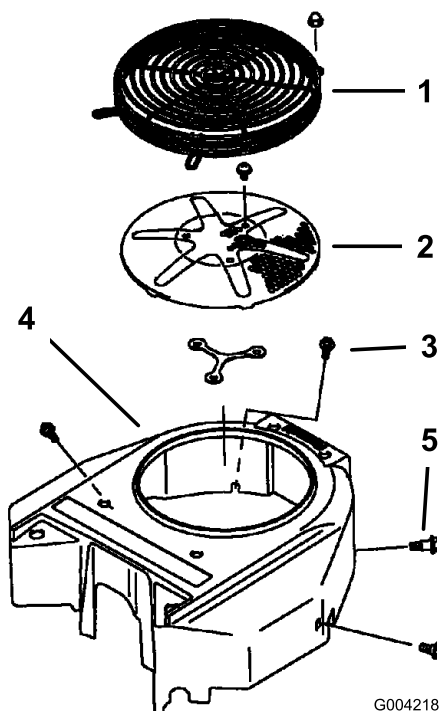

Figura 76
Antes de qualquer utilização, remova qualquer acumulação de relva, sujidade e outros detritos do painel do motor. Isto ajuda a assegurar a refrigeração adequada e a velocidade correta do motor e reduz a possibilidade de sobreaquecimento e danos mecânicos no motor (Figura 76).
3. Retire o painel de admissão de ar, o arrancador de retrocesso e a caixa da ventoinha (Figura 76).
5. Monte o painel de admissão de ar, o arrancador de retrocesso e a caixa da ventoinha (Figura 76).